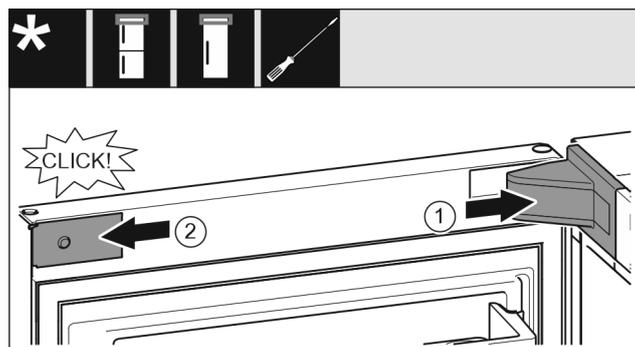

Fig. 23
- ▶ Applicare e innestare la copertura del blocco di supporto Fig. 23 (1), eventualmente staccarle l'una dall'altra con cautela.
- ▶ Applicare la maschera Fig. 23 (2) sui lati e innestarla.